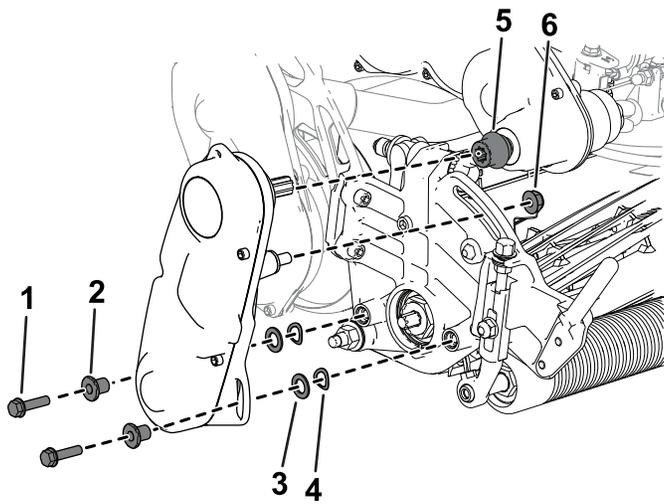

Bild 50
3. Entfernen Sie die Spindeltriebswelle vom Mähwerk (Bild 50) und behalten Sie die Befestigungselemente auf.